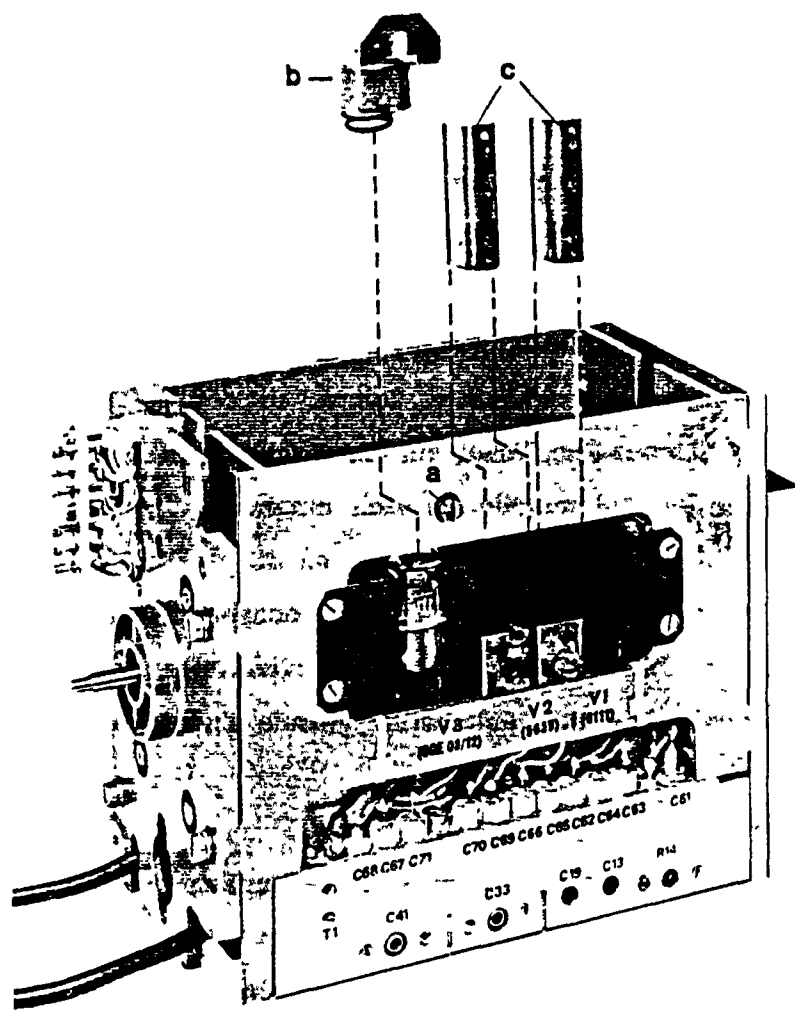

Bild 27. Sender-HF-Teil
4.4.2.8. Röhre V 1 (Bild 27)
4.4.2.9. Röhre V 2 (Bild 27)
4.4.2.10. Röhre V 3 (Bild 27)